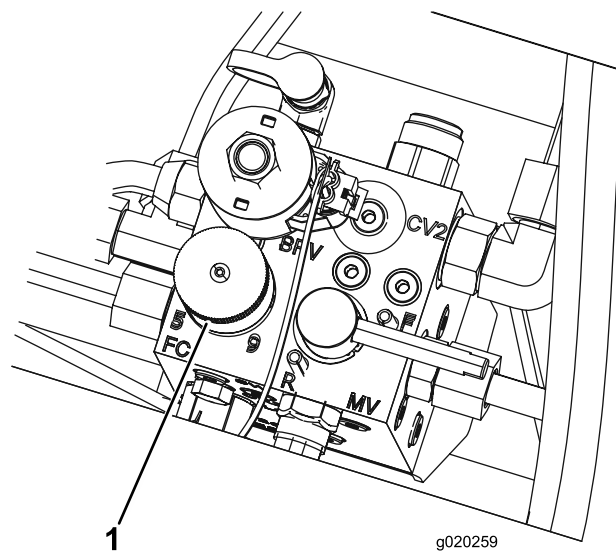

Figura 32
4. Per impostare la velocità dei cilindri girate la manopola (Figura 32) fino a portare la freccia in linea con il numero corrispondente all'impostazione desiderata.